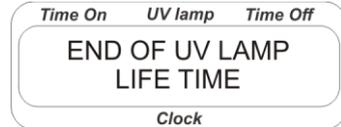

Fig. 7 Message de fin de durée de vie de la lampe (des lampes) UV
- 4.13. Après 9 000 heures d'utilisation, le message "END OF UV LAMP LIFE TIME" (Fig. 7) s'affichera sur l'écran. Les lampes UV doivent être remplacées (suivez les instructions données dans le paragraphe 6.7 de la section Entretien).